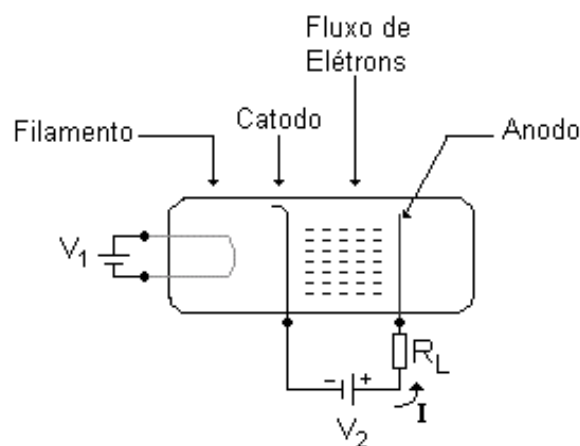

Figura 1.1 – Válvula diodo polarizada
- ✓ A válvula *diodo* é composta por duas placas metálicas, colocadas numa cápsula de vidro em vácuo. Um filamento aquece uma das placas polarizada negativamente, denominada *cátodo*, gerando um fluxo de elétrons (corrente elétrica  $I$ ) que atinge a segunda placa polarizada positivamente, denominada *ânodo*, conforme Figura 1.1.